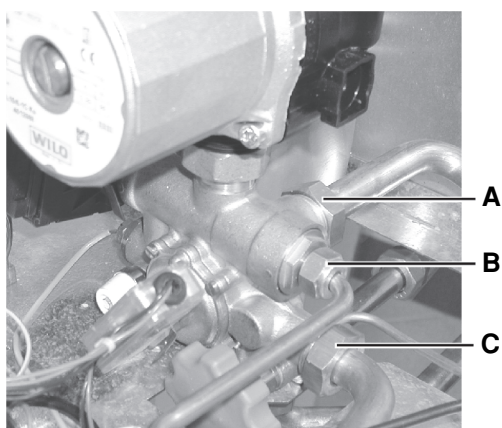
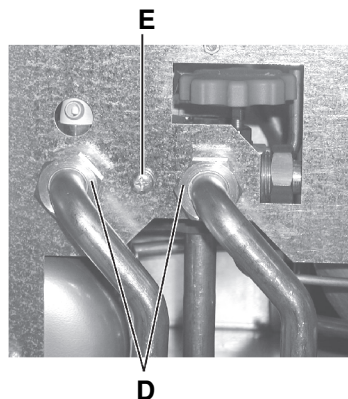

fig. 7
fig. 8
- 5) Svitare i raccordi **A-B-C-D** e togliere la vite **E** (fig.7 e fig.8).